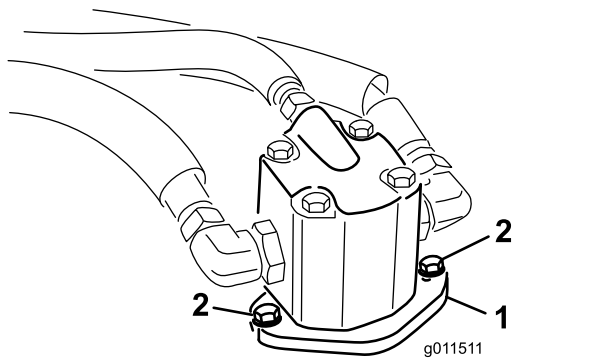

Bild 94
- Entfernen Sie die Schrauben, mit denen der Hydraulikmotor am Mähwerk befestigt ist (Bild 94).